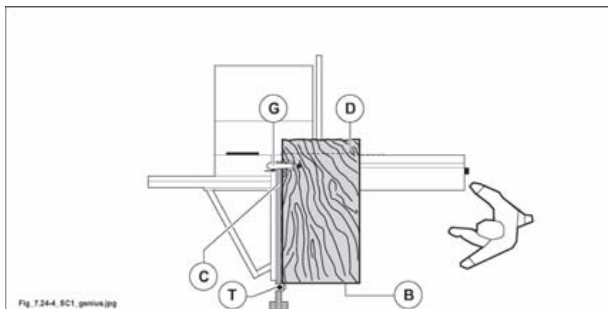

Fig. 7.24-4
- Ruotare nuovamente il pannello di 90°. Appoggiare il lato appena tagliato (C fig. 7.24-4) contro la riga in alluminio, il lato (B fig. 7.24-4) in appoggio alla battuta (T fig. 7.24-4) della riga (posizionata alla misura di taglio desiderata), bloccare con lo stringipezzo (G fig. 7.24-4) ed eseguire il taglio (D fig. 7.24-4).